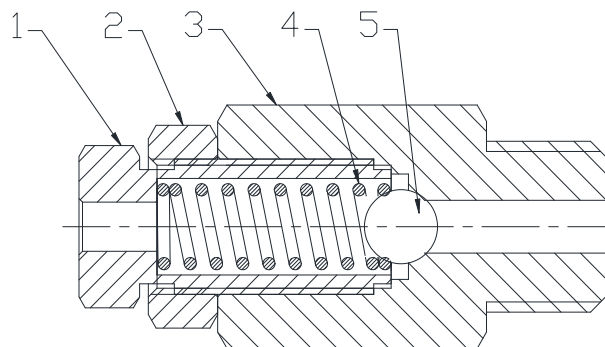

图 1 溢流阀
1、溢流阀：当润滑泵未能达到 3.8~4.2MPa 时调整此溢流阀。调整压力时，堵住润滑泵出油口，接通电源，使润滑泵运行。按示图 1 所示，松开锁紧螺母 2，旋转调压螺钉 1 进行调整压力（顺时针往里拧为调高压力，反之则调低），如压力不能上升，则可能为钢球 5 与阀体 3 之间有脏物卡住，卸下清洗，按原顺序装配，再度进行调整，压力调整完毕后，拧紧锁紧螺母 2。